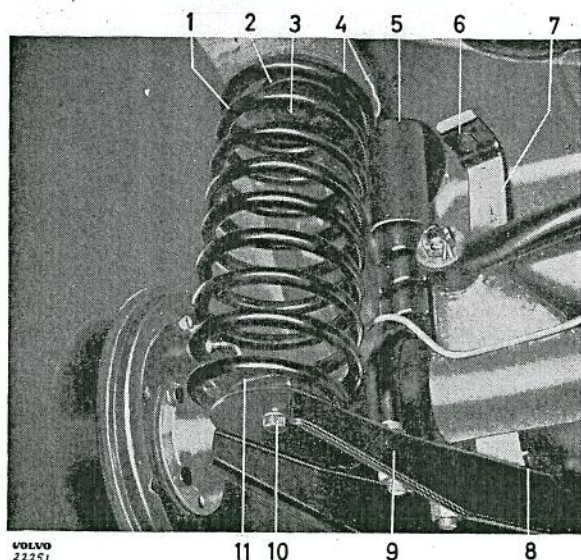

Bild 3. Bakfjäder monterad.
3. Lossa stötdämparen (5, bild 3) vid dess fäste i bakaxelkåpan.
4. Lossa stötdämparbandet (7) vid dess fäste (8) i bärarmen.
2. Höj bakaxelkåpan med domkraften och skruva fast fjädern vid bärarmen. Montera därefter stötdämparbandet (7 bild 3) vid bärarmen.
3. Sätt fast stötdämparen (5) vid bakaxelkåpan.
Mellan vardera bärarmen och karossen är monterat stötdämparband. Dessa förhindrar skador på bakre stötdämparna genom att begränsa hjulutslagen nedåt. Hjulutslagen uppåt begränsas av gummi-buffertar. I tidigare utförande är stötdämparbanden monterade bakom fjädern, i senare utförande framför (7, bild 3).